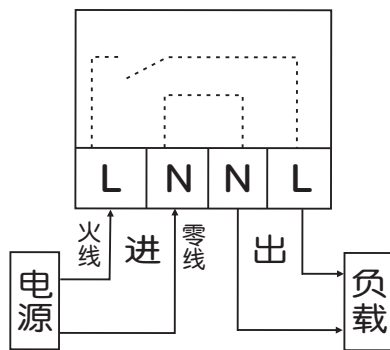

图2:直接控制负载
- 被控制的负载是单相供电,工作电流不超过本机的额定值,可采用直接控制方式,接线方式如图2所示。